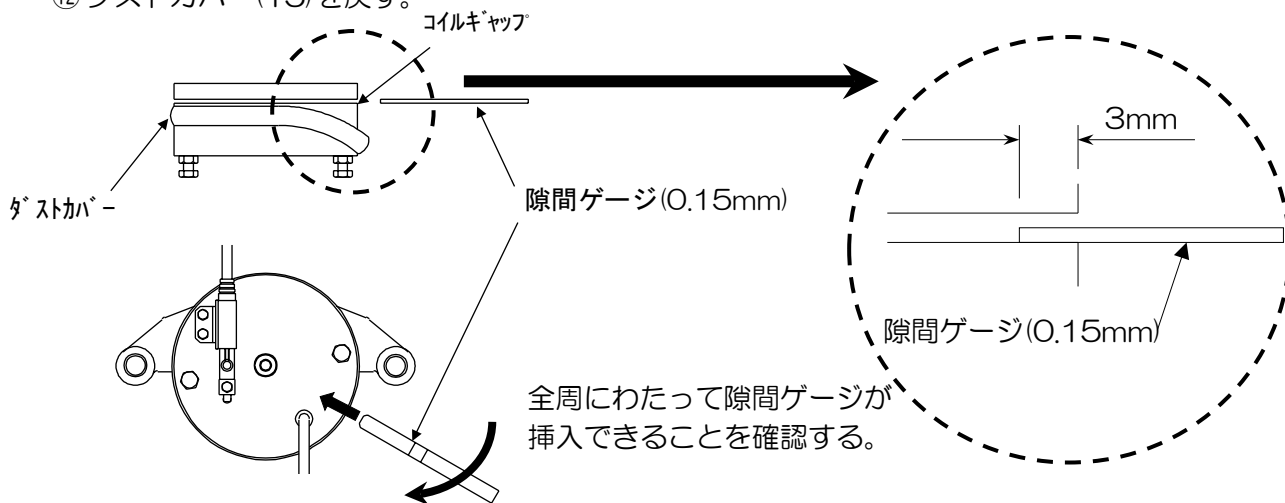

図4 コイルギャップの確認(全周)
⑨ダストカバー(15)をずらす。
⑩ 0.15mmの隙間ゲージをコイルギャップ（アーマチュア(1)とフィールド(2)の間）に挿入し、全周にわたって 3mm 以上隙間ゲージが挿入できることを確認する。(図4参照)
⑪ 全周に 0.15mm の隙間ゲージが挿入できなかった場合は、当社に連絡願います。
⑫ ダストカバー(15)を戻す。